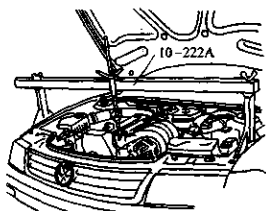

图 2-13 支承工具 10-222A
28) 使用变速器托架托住变速器的底部，或者将支承工具 10-222 固定在车身两侧（如图 2-13 所示），使用变速器吊装工具